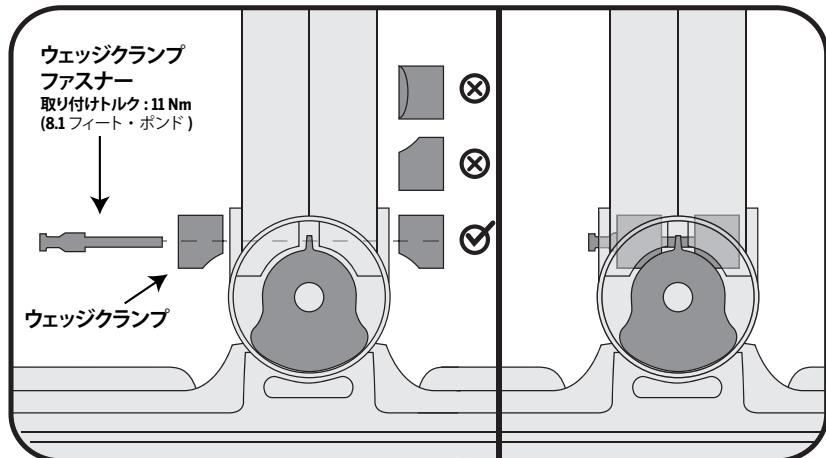

図 2. 曲がっている方が下になった状態でウェッジクランプが取り付けられていることを確認する
5. V 型クランプの曲がっている方を下に向けて LeanSteer フレームベースの両側にウェッジクランプが正しく取り付けます。各ウェッジクランプがピボットハブに正しくはまっている必要があります。図 2、および、本書のはじめの警告セクションを参照してください。